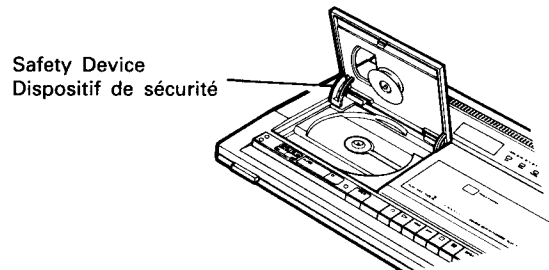

Fig. 19
17. Safety Devices (Fig. 19)
17. Dispositifs de sécurité (Fig. 19)